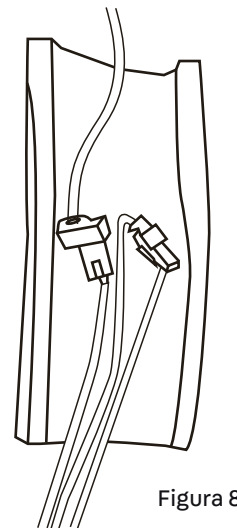

Figura 8
3. Collegare i terminali delle unità interne ed esterne, vedere la Figura 8.